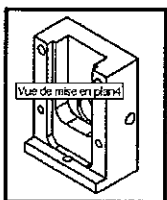

Fig.2
- 2.4- Insérer une *vue nommée* de type isométrique (échelle au choix) - fig.2